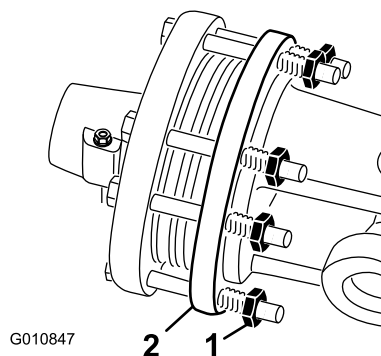

Figura 44
1. Al final de la temporada, desenrosque cada una de las tuercas del embrague 2 vueltas (Figura 44).